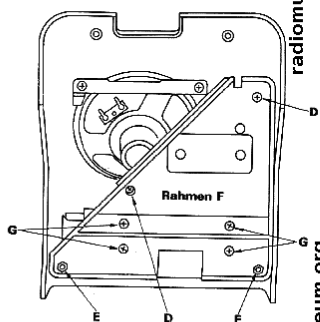

Fig. 3
- Die beiden in Fig. 3 mit D bezeichneten Schrauben und mit E markierten Messing-Abstandsbolzen sind herauszuschrauben. Der Rahmen F, auf dem das Uhrwerk montiert ist, kann jetzt aus dem Gehäuse-Oberteil herausgenommen werden.
- Das Uhrwerk läßt sich nach Entfernen der 4 Schrauben G (s. Fig. 3) vom Rahmen F abheben.